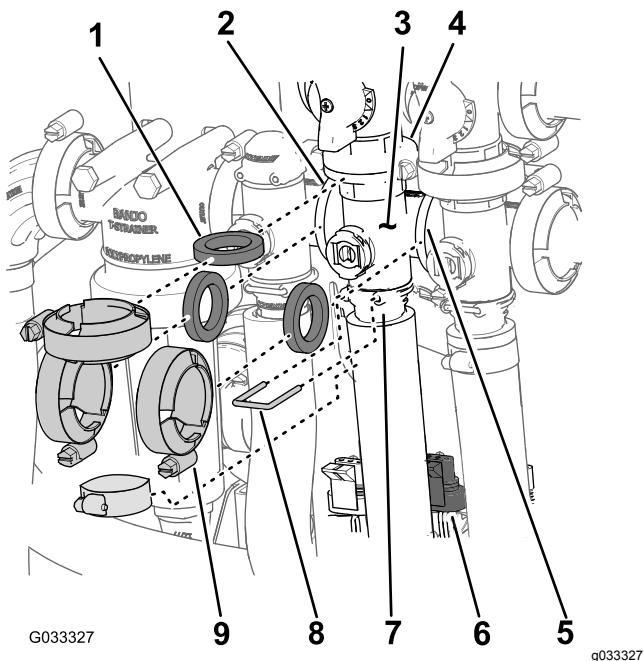

図 64
1. 攪拌バルブ用のマニホールド 図 64 を攪拌バイパスバルブ、散布量制御バルブ、マスターームバルブおよびアダプタフィッティングに固定しているクランプとガスケットを外す。
2. 攪拌バルブ用のマニホールドに出口フィッティングを固定しているリテーナを外す 図 64。